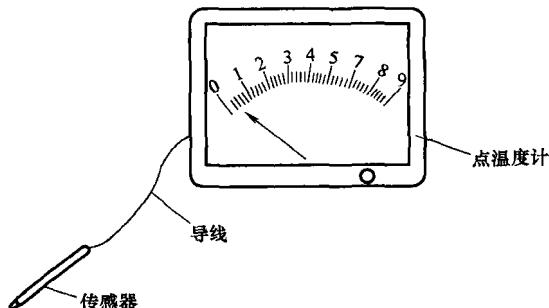

图 1-5 点温度计
很困难，但用拔销器就方便得多；更换双头螺栓，可以拔出不同大小的锥销，既方便又省力；⑮点温度计：主要用来测量机床主轴温度，以便分析主轴故障；点温度计操作方便，很省时（见图 1-5）。